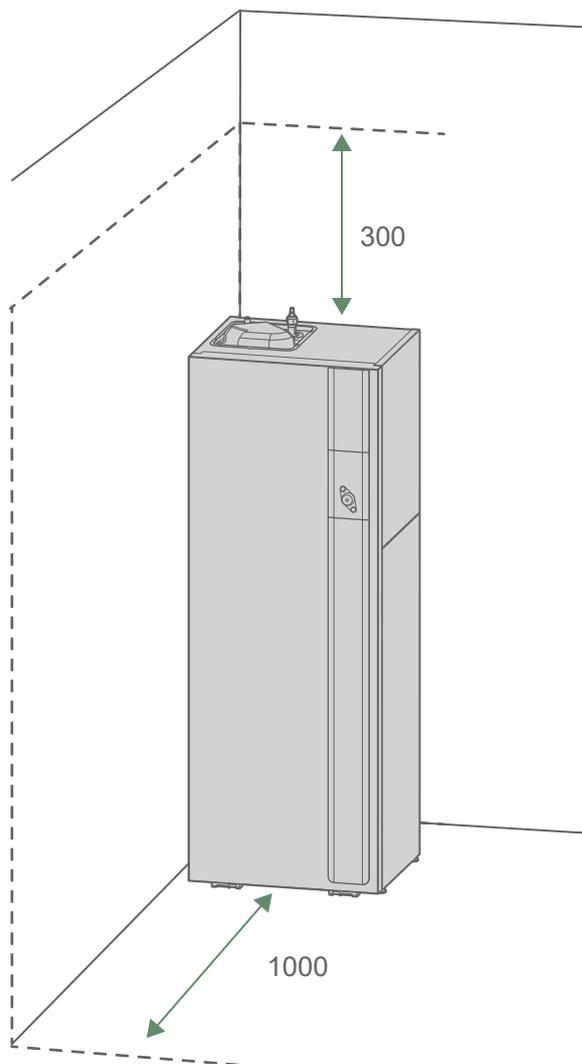

fig. 18 - Dégagements minimum d'installation autour du module hydraulique pour l'entretien
- En fonctionnement, de l'eau peut s'évacuer de l'unité extérieure. Ne pas installer l'appareil sur une terrasse, mais préférer un endroit drainé (lit de graviers ou sable). Si l'installation est réalisée dans une région où la température peut être inférieure à 0°C pendant une longue période, vérifier que la présence de glace ne présente aucun danger. Il est aussi possible de raccorder un tuyau d'évacuation sur le bac de récupération de condensats (option) ("Fig. 18 page 17).
- Pour faciliter les opérations d'entretien et permettre l'accès aux différents organes, il est conseillé de prévoir un espace suffisant tout autour du module hydraulique (*fig. 18*).